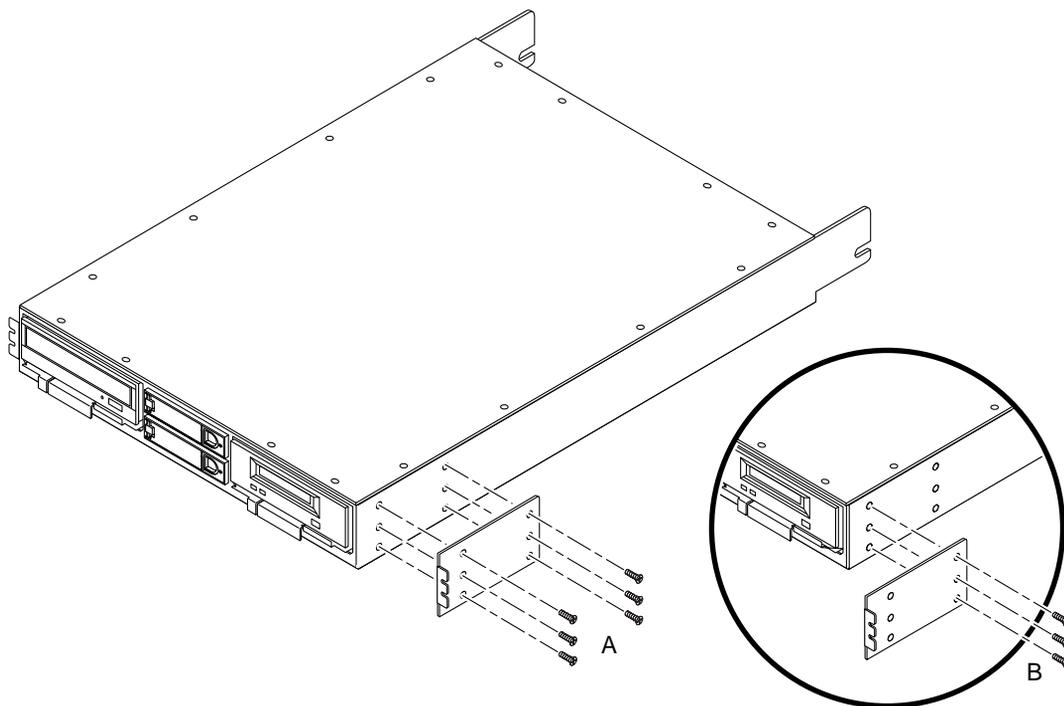

FIGURE 2-8 Fixation d'une patte de montage au plateau de stockage
- Si vous montez le plateau de stockage dans l'armoire d'un système Sun Enterprise, placez *uniquement* les orifices situés à *l'arrière* de chaque patte de montage en face des orifices situés sur les côtés avant du plateau de stockage (FIGURE 2-8, B).
- Si vous montez le plateau de stockage dans une armoire d'extension Sun StorEdge, placez les orifices situés à *l'avant et à l'arrière* de chaque patte de montage en face des orifices situés à *l'avant et à l'arrière* du plateau de stockage (FIGURE 2-8, A).